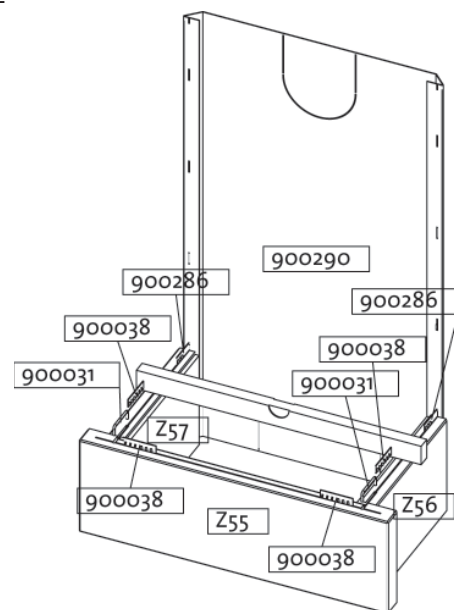

Fig. 3
6. Befestigen Sie die Seite des vorderen Steins mit Hilfe der Klammern (900031) Siehe Abb. 3